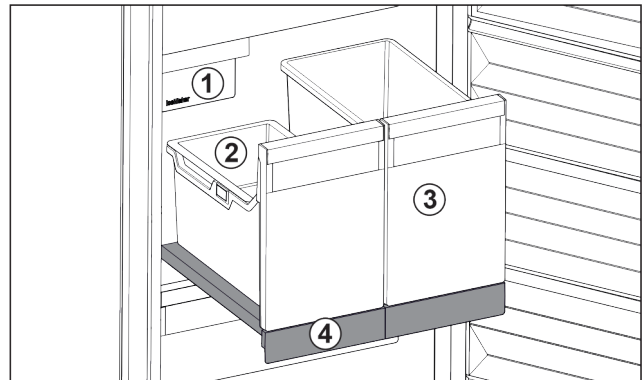

Fig. 88 Изтегляща се дъска с IceTower
- (1) IceMaker
- (2) Окачваща се поставка за ледени кубчета
- (3) Съд за напр. пица, алкохолни напитки
- (4) Изтегляща се дъска
Върху изтеглящата се дъска има два високи съда (IceTower). В съда Fig. 88 (2) се събират и съхраняват ледени кубчета от IceMaker. Съдът Fig. 88 (3) е подходящ за съхранение на високи хранителни продукти като пици или алкохолни напитки.